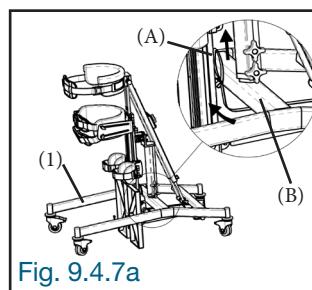
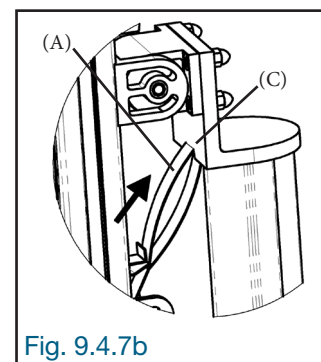
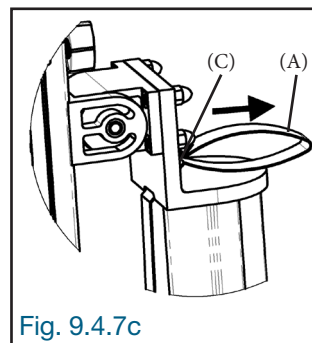

Fig. 9.4.7a
Fig. 9.4.7b
Fig. 9.4.7c
9.4.7 Passer la sangle d'activation (A) du vérin sous le travers central (B) de la base (1) et remonter-la vers le haut (Fig. 9.4.7a). Insérer la sangle d'activation (A) dans la fente (C) (Fig. 9.4.7b). Tirer la sangle (A) de façon que la poignée de la sangle soit complètement dégagée de la fente (C) (Fig. 9.4.7c).